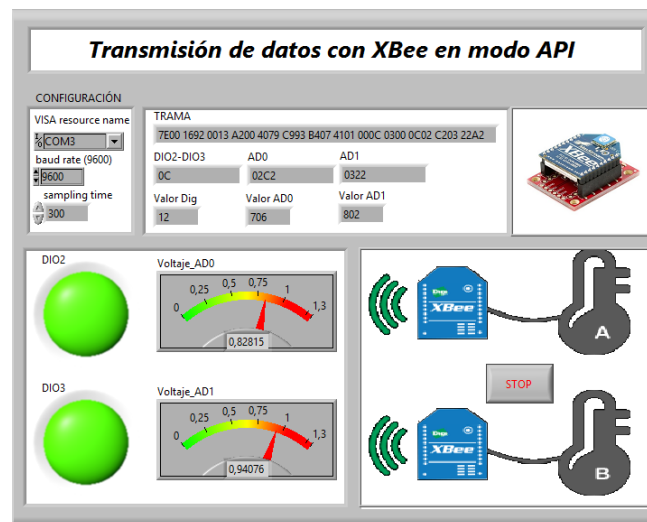

Figura 7.20. Interfaz diseñada en LabVIEW para comunicar dos módulos XBee
8. Diseñe una interfaz en *LabVIEW* que permita comunicar los módulos XBee. En ella se debe visualizar el estado de las variables sensadas (2 variables analógicas y 2 variables digitales). Dependiendo del tipo de variable analógica escogida, se debe caracterizar el voltaje de entrada para representar la magnitud física de la señal en la interfaz; es decir, se debe convertir adecuadamente la señal de voltaje en unidades de °C, bar, %, etc, según sea el caso. La Figura 7.20, muestra un ejemplo de una interfaz desarrollada en LabVIEW para generar esta aplicación.
El algoritmo gráfico que representa la interfaz de la figura 7.20 es el siguiente: